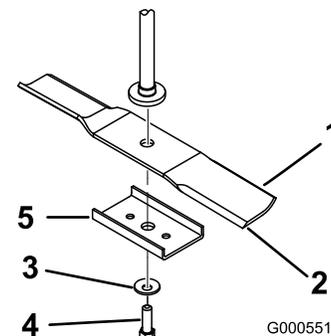

Figura 1
Nota: Si sus cuchillas incorporan un refuerzo como el que aparece en la Figura 1, **no utilice** el refuerzo cuando instale las cuchillas nuevas.
3. Sujete el extremo de la cuchilla usando un trapo o un guante grueso. Retire el perno de la cuchilla, la arandela curva, el refuerzo de la cuchilla (determinados modelos solamente) y la cuchilla del eje de la cuchilla (Figura 1).
Nota: No instale el refuerzo de la cuchilla. Estas cuchillas no requieren el refuerzo de la cuchilla (Figura 1).